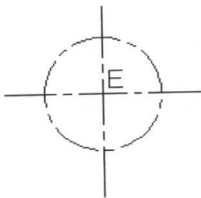

图 2-11
⑮ 选择【圆】工具  绘制中心线，效果如图 2-11 所示。